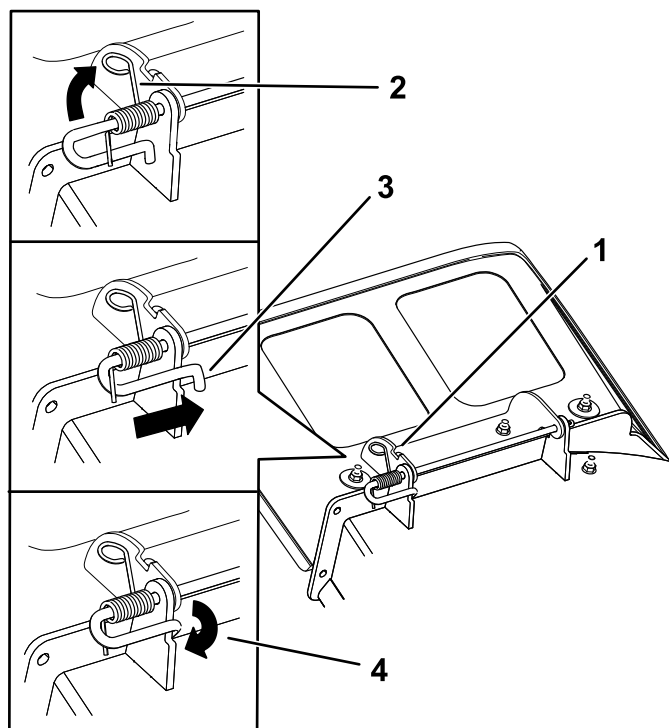

Figura 80
- Coloque el nuevo deflector de descarga con los extremos de los soportes entre los soportes soldados de la carcasa, según se muestra en Figura 80.
- Coloque el muelle en la varilla según se muestra en Figura 80, de manera que el extremo corto del muelle suba desde debajo de la varilla antes de la curva y pase por encima de la varilla después de la curva.
- Levante el extremo del muelle que tiene bucle y colóquelo en la muesca del soporte del deflector (Figura 80).
- Fije el conjunto de varilla y muelle torciéndolo de manera que el extremo corto de la varilla pueda colocarse detrás del soporte delantero que está soldado a la carcasa (Figura 80).